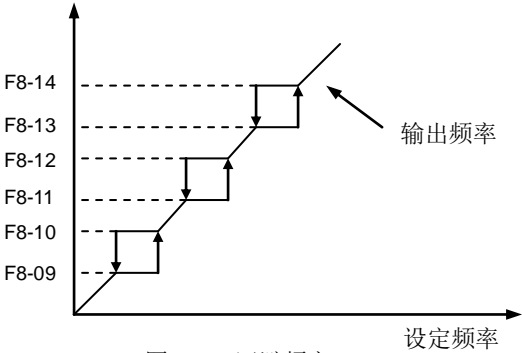

图 6-29 回避频率
- 通过设置本组回避频率上下限，可以使变频器避开负载的机械共振点而产生共振的运行频率，如图 6-29 所示。